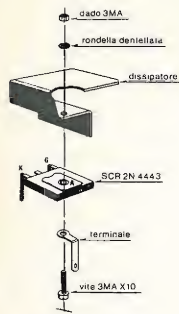

figura 3
- Fissare il diodo SCR al relativo dissipatore mediante l'apposita vite 3MA x 10, rondella dentellata e dado. Interporre fra la vite e l'SCR il terminale piegato a 90° — figura 3.